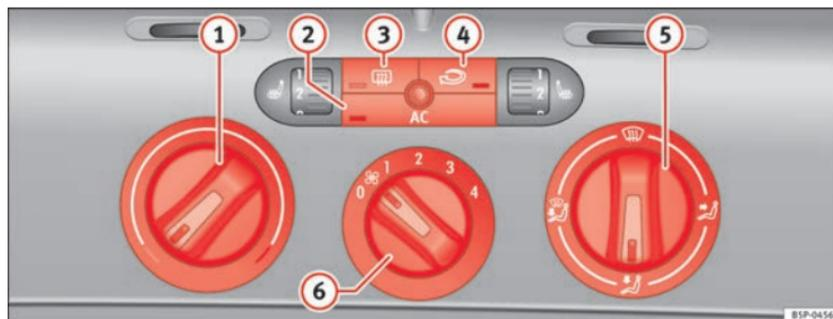

Fig. 108 Mandos del Climatic en el tablero de instrumentos
- Con los reguladores ⇒ fig. 108 ① y ⑤ y con el mando ⑥ se regula la temperatura, la distribución del aire y la velocidad de la turbina.
- Pulse la tecla ②, ③ o ④ para activar o desactivar la función correspondiente. Cuando la función está activa, la ventana situada en la esquina inferior de la tecla se ilumina.
- ① Regulador de temperatura ⇒ página 154
- ② Tecla **AC** – Encender o apagar el grupo refrigerador ⇒ página 154
- ③ Tecla – Luneta térmica. Esta función se apaga automáticamente aproximadamente 20 minutos después de haberla conectado. Se puede desconectar antes pulsando de nuevo la tecla.
- ④ Tecla – Recirculación de aire ⇒ página 156
- ⑤ Regulador de la distribución de aire ⇒ página 154
- ⑥ Mando de la turbina. El caudal de aire tiene 4 niveles de ajuste. La turbina debería funcionar siempre en el nivel más bajo cuando se circule a poca velocidad. ▶
- Encienda el climatizador con la tecla ⇒ página 153, fig. 108 .